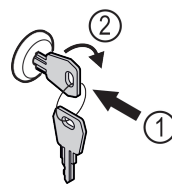

Fig. 200
- ▶ Schlüssel hineindrücken. Fig. 200 (1)
- ▶ Schlüssel um 90° im Uhrzeigersinn drehen. Fig. 200 (2)